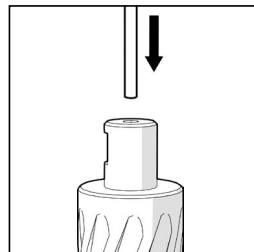

Fig. 6
- Insérez la tige guide dans la fraise en vous assurant qu'elle glisse aisément. (Fig.6)